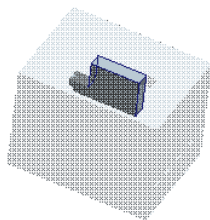
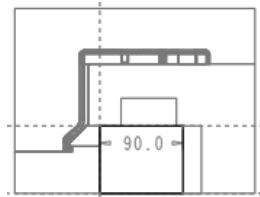

图 26.26 实体拉伸特征
图 26.27 截面草图
Step2. 创建图 26.26 所示的实体拉伸特征。
(1) 单击 **模具** 功能选项卡 **形状** ▾ 区域中的 按钮, 此时系统弹出“拉伸”操控板。
(2) 定义草绘截面放置属性。在绘图区中右击, 选择快捷菜单中的 **定义内部草绘...** 命令。系统弹出“草绘”对话框, 然后选择 MOLD_FRONT 基准平面作为草绘平面, 草绘平面的参考平面为 MOLD_RIGHT 基准平面, 方位为 **右**, 单击 **草绘** 按钮, 系统进入截面草绘环境。
(3) 进入截面草绘环境后, 选取图 26.27 所示的边线为草绘参考, 绘制图 26.27 所示的截面草图; 完成截面草图的绘制后, 单击“草绘”操控板中的“确定”按钮 。
(4) 选取深度类型并输入深度值。在操控板中选取深度类型 , 再在深度文本框中输入深度值 25.0, 并按 Enter 键。
(5) 在“拉伸”操控板中单击 按钮，完成特征的创建。